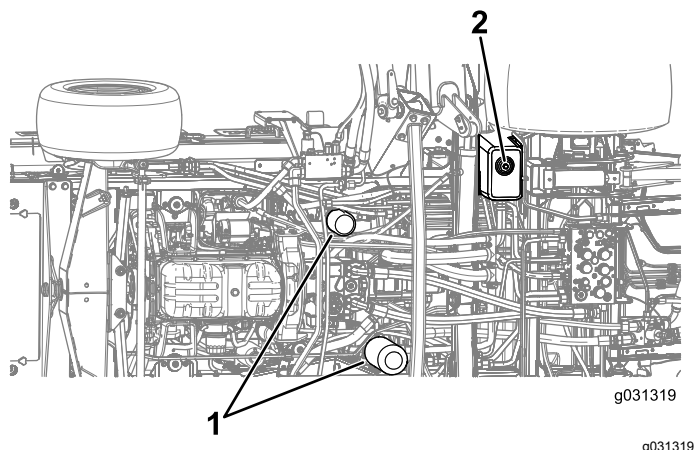

Figure 132
4. Retirez le bouchon de vidange situé sur le côté du réservoir et laissez couler l'huile dans le bac de vidange (Figure 132).
3. Placez un bac de vidange sous le filtre et enlevez le filtre (Figure 132).